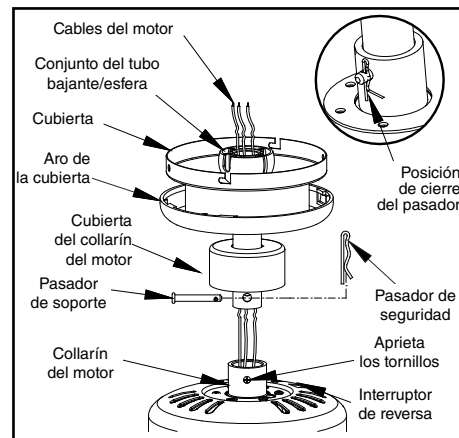

Figura 7
4. Inserta los cables que salen por la parte superior del motor del ventilador, a través de la cubierta decorativa del collarín del motor y enseguida por el aro de la cubierta. Asegúrate de que las ranuras queden en la parte superior. Inserta los cables a través de la cubierta y enseguida a través del conjunto del tubo bajante y esfera. (Figura 7)
6. Alinea los orificios en la parte inferior del tubo bajante con aquellos del collarín en la parte superior de la carcasa de motor. (Figura 7) Inserta con cuidado el pasador de soporte a través de los orificios del collarín y del tubo bajante. Ten cuidado de no apretar contra el cableado dentro del tubo bajante. Inserta el pasador de cierre en el orificio cercano al extremo del pasador de soporte hasta que quede encajada en su posición como se muestra en el círculo de la Figura 7.
Este ventilador se envía desde la fábrica con el interruptor de reversa en posición de hacer circular el aire hacia abajo. Si deseas encauzar el flujo de aire en sentido contrario, apaga el ventilador y espera a que las aspas se detengan; enseguida desliza el interruptor de reversa (ubicado en la caja de interruptores, consulta la Figura 7 de la página 4) hacia la dirección opuesta y a continuación vuelve a encender el ventilador. Las aspas del ventilador girarán en sentido contrario e invertirán el flujo del aire.